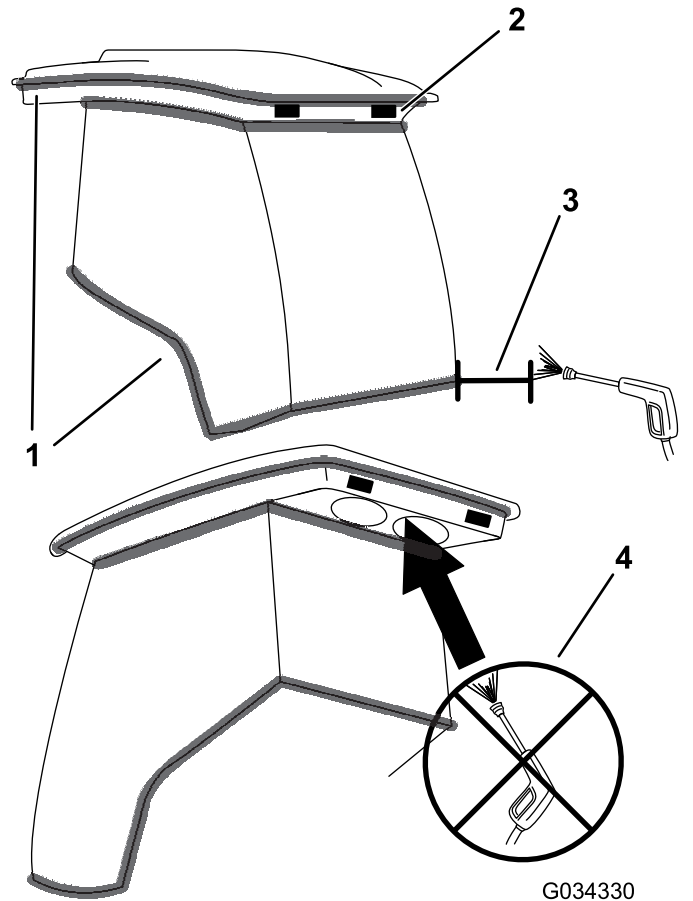

Figure 86
**Important:** Faites attention près des joints de la cabine (**Figure 86**). Si vous utilisez un nettoyeur haute pression, n'approchez pas le jet à moins de 60 cm de la machine. N'utilisez pas le jet haute pression directement sur les joints de la cabine ni sur l'avancée arrière.